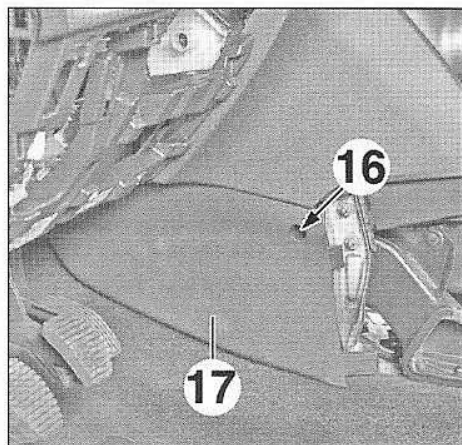

FIG.13
- Déposer la vis (16) (Fig.13).
- Dégrafer et déposer la garniture latérale gauche de console centrale (17).